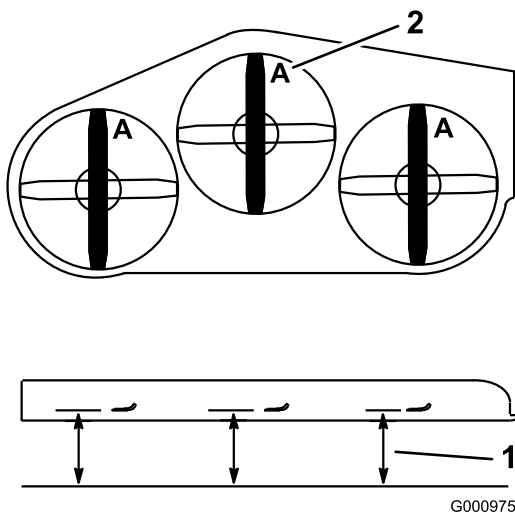

Figura 55
14. La cuchilla de la derecha debe estar a la misma altura que la cuchilla de la izquierda cuando ambas están orientadas hacia adelante (Figura 54 o Figura 55).
3. Gire las cuchillas hasta que los extremos estén orientados hacia adelante y hacia atrás (Figura 54 o Figura 55). Mida desde una superficie nivelada hasta el filo de corte, con las cuchillas en la posición **A** (Figura 54 o Figura 55). Anote esta dimensión.